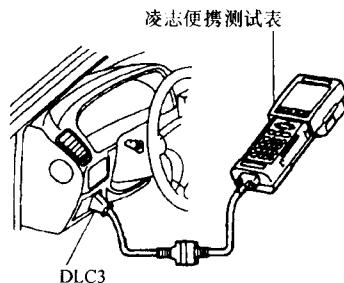

图 9 连接测试工具——1MZ-FE 发动机
2) 将 Lexus (凌志) 便携式测试装置或 OBD II 扫描仪接到数据传输连接接线器 3 上 (图 9)。